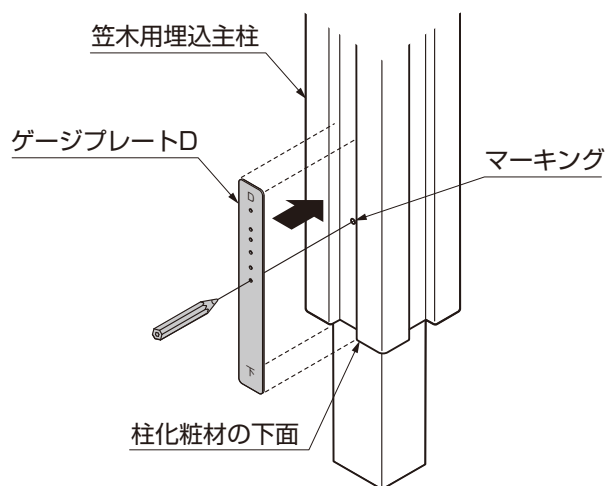

図2-2
- ①パネルを入れる側の面に、ゲージプレートDを使い、印をつけてください。(図2-2参照)
- ②印を付けた笠木用埋込主柱の溝部のネジ位置に、φ3の下穴をあけてください。(※1)
- ③φ3下穴(※1)と下柵受け部品の穴を合わせ、笠木用埋込主柱に【5-2】で取付けてください。
- ④下部の下穴φ3は下柵受け部品をガイドにしてあけてください。(※2)
- ⑤下柵受け部品を笠木用埋込主柱に【5-2】で固定してください。